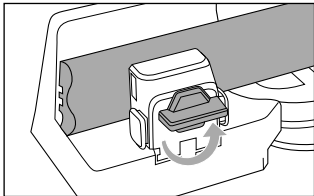

Abb. 11
- ◆ Drehen Sie den Feststellknopf **5** gegen den Uhrzeigersinn, um das Holzwerkstück zu lösen (siehe Abb. 11).